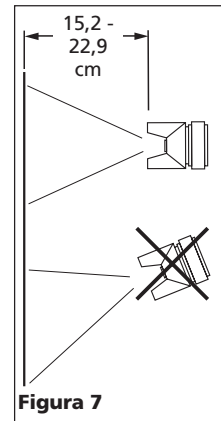

Figura 7
1. Comience a rociar. Siempre mantenga la pistola en los ángulos correctos (Vea la Figura 7).